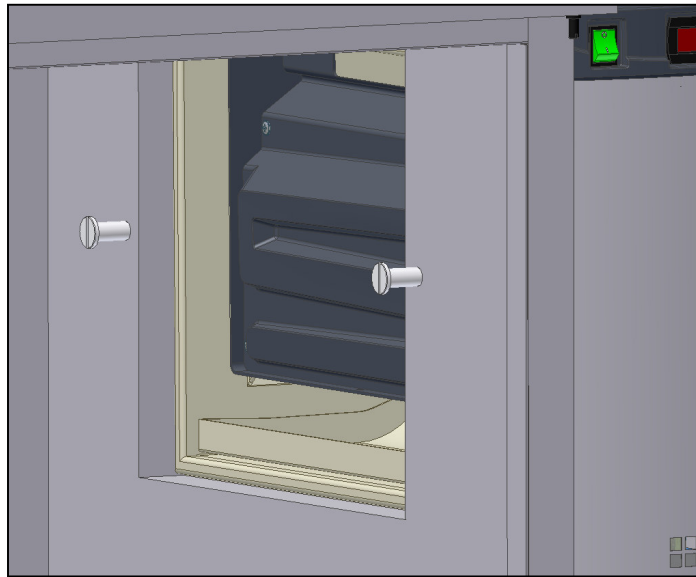

Abb. 14
- Schrauben Sie die V6 mit 2 Hülsen beim innere Seite des rechten Wand (Abb.14);